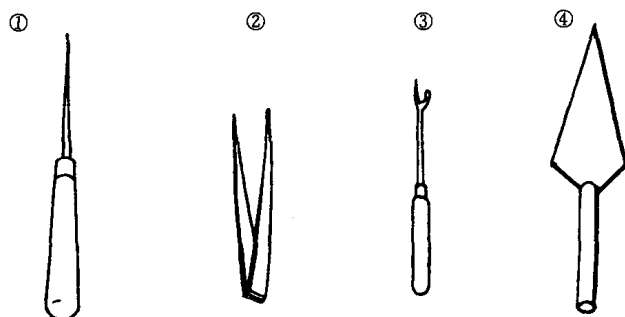

图 1-3
拆掉缝绲线迹,翻挑领尖、袋盖、衣角,扎透多层衣片做记号,机缝时推送衣料等情况下所使用的工具(见图 1-3①)。
拔出线钉、机缝时夹住衣料向前推送等情况下所使用的工具(见图 1-3②)。
挑开并切断缝绲线迹、冲开较厚衣料的缝合线、豁开扣眼或袋口等情况下所使用的工具(见图 1-3③)。
刮浆糊用的工具(见图 1-3④)。